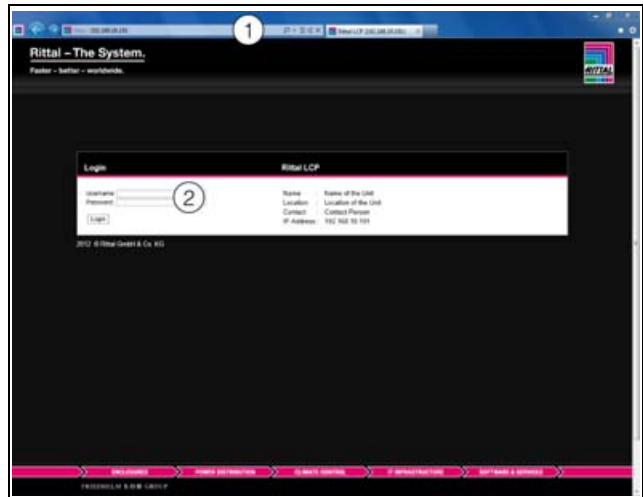

Abb. 75: Anmeldebildschirm bei einer HTTP-Verbindung
- Geben Sie im Browser die Adresse **ht-tp://192.168.0.190** ein (Abb. 75, Pos. 1). Es wird der Anmeldedialog zur Anmeldung am Gerät angezeigt.
- Melden Sie sich als Benutzer **admin** mit dem Kennwort **admin** an (Abb. 75, Pos. 2).